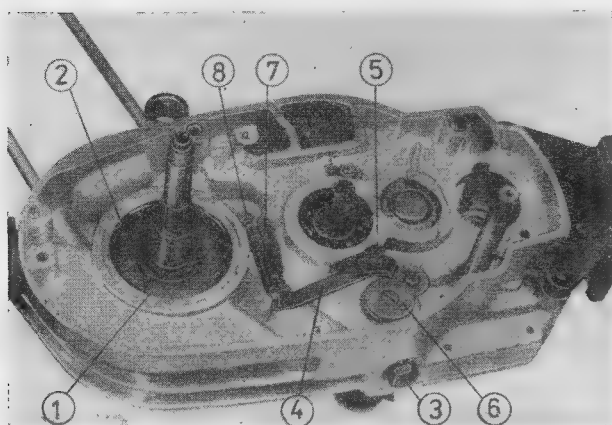

Bild 263. Montage der Schaltarretierung
- Wellendichtring (1) auf der Kupplungsseite mit Eindrückdorn 29-50.409 eindrücken (vorher Dichtlippe ölen – sie zeigt nach außen zur Kupplung!).
- Drahtsprengring (2) zur Sicherung des Wellendichtringes montieren.
- Schaltarretierschraube (3) mit Dichtring, Druckfeder und Kugel einschrauben.
- Schaltarretierhebel (4) auf den Führungsbolzen (5) aufsetzen, in die Kurvenwalze (6) einrasten und die Zugfeder (7) in den Kernnagel (8) einhängen (Bild 263).